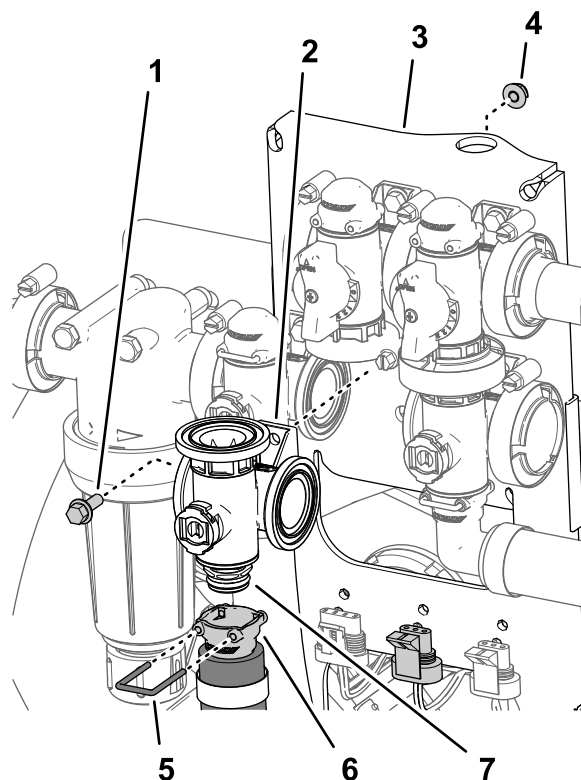

図 113
2. 攪拌バルブ用のマニホールドカップリングにクイックディスコネクソケットを固定しているカップリングを外す 図 113。
3. 攪拌バルブをバルブマウントに固定しているフランジヘッドボルト $\frac{1}{4} \times \frac{3}{4}$ "とフランジロックナット $\frac{1}{4}$ "を外してバルブマニホールドを機体から取り外す 図 113。